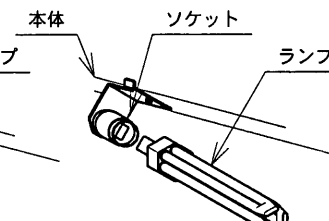

図3
- ④その後、図3④の方向へランプを引き抜いてください。
- ⑤ランプ組付けは今までの逆の手順で行ってください。